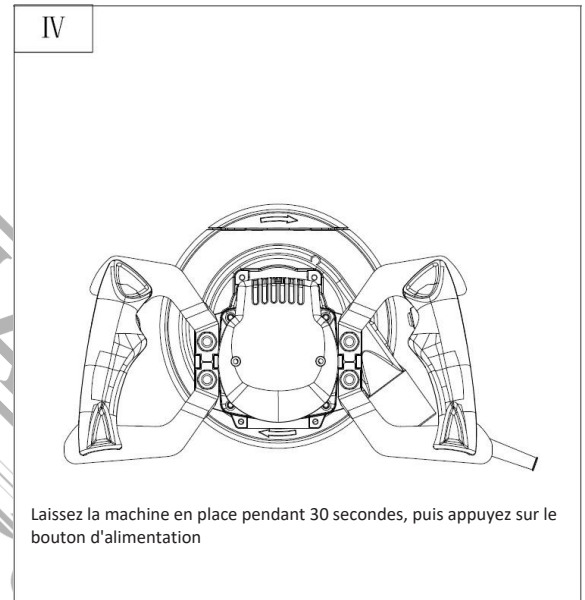

Fig. 4
Étape 4: Comme le montre la figure 4, une fois que vous avez cessé de travailler, retirez vos mains de la poignée et laissez la machine en place pendant 30 secondes. Ensuite, appuyez sur le bouton d'alimentation du moteur après avoir correctement collecté et nettoyé la poussière à l'intérieur du couvercle anti-poussière.